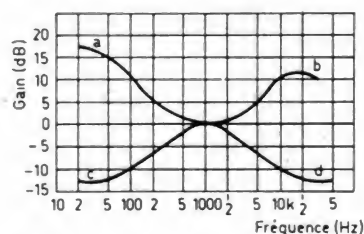

Fig. 2
fréquences élevées (aiguës) par  $R_3$ . La contre-réaction s'exerce entre la sortie (7) du circuit intégré et l'entrée inverseuse (4), l'action de chaque potentiomètre étant pratiquement indépendante de celle de l'autre. Les courbes de la figure 2 illustrent l'action des deux potentiomètres, et on voit que le niveau à 1 000 Hz reste constant. Lorsque les deux potentiomètres sont au maximum, on obtient la courbe a-b, qui devient a-d si  $R_3$  est ramené au minimum, b-c si on laisse  $R_3$  au maximum, mais place  $R_2$  au minimum et, enfin, c-d si les deux potentiomètres sont au minimum.